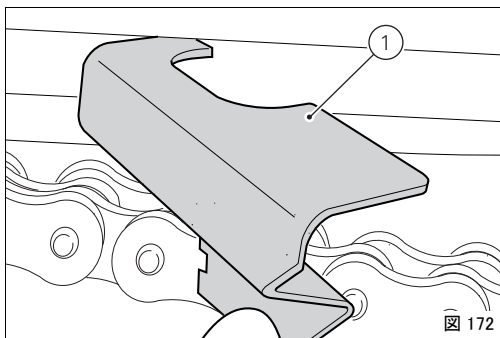

図 172
チェーンテンションキャリパー (1) をスイングアーム及びリアアンダーチェーンのガイド中央固定に該当するアンダーチェーンガイドの間に挿入します (図 172)。